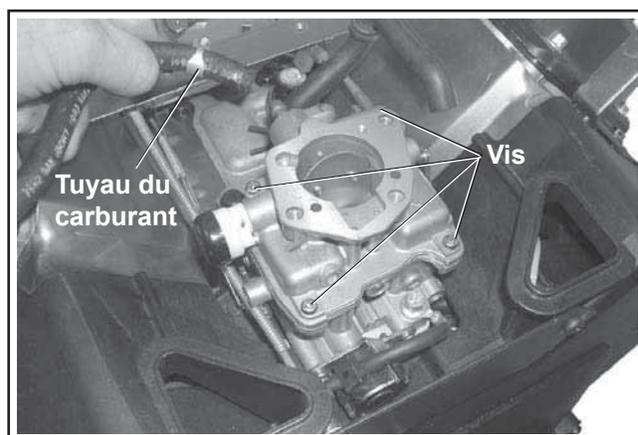

Figure 5-9. Détail du carburateur.
- Déconnecter le tuyau du carburant du carburateur. Voir la Figure 5-9.
- Une fois la bonne hauteur du flotteur obtenue, baisser soigneusement le groupe de l'avertisseur acoustique pneumatique sur le corps du carburateur, en reliant les leviers de la vanne d'air. Installer les quatre vis. Serrer les vis à **1,7 N·m (15 pouces lb)**. Voir la Figure 5-9.